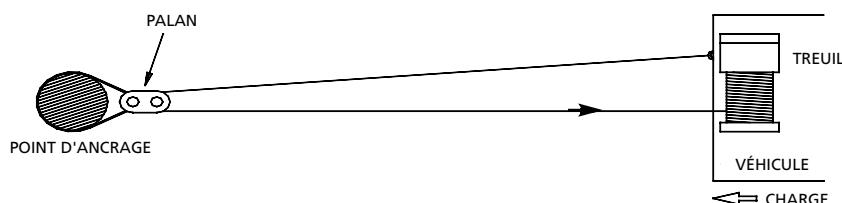

Fig. 12
4. La figure 12 présente un mode de câblage utilisé pour obtenir un avantage mécanique. L'usage d'un palan doublera presque la capacité du câble de traction.